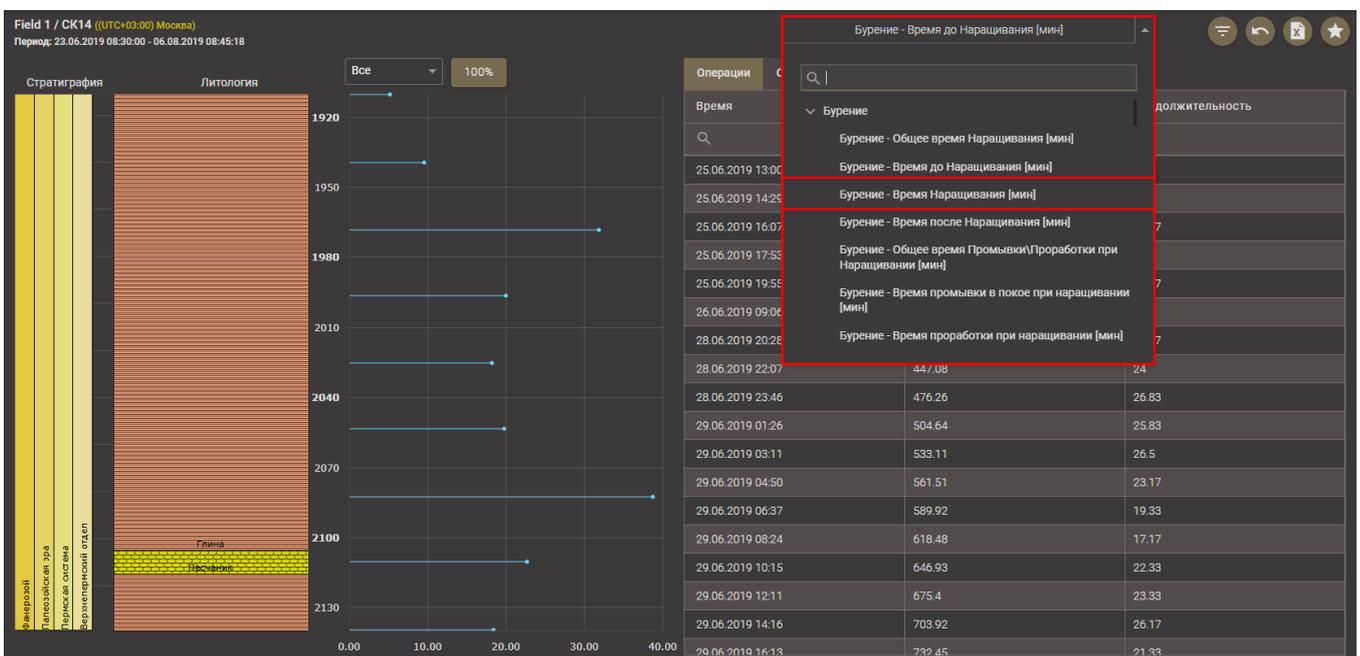

Рис. 2.91
- 1) Выбрать показатель эффективности, который будет представлен на диаграмме. Для этого следует раскрыть выпадающий список и выбрать нужный показатель (рис. 2.91).